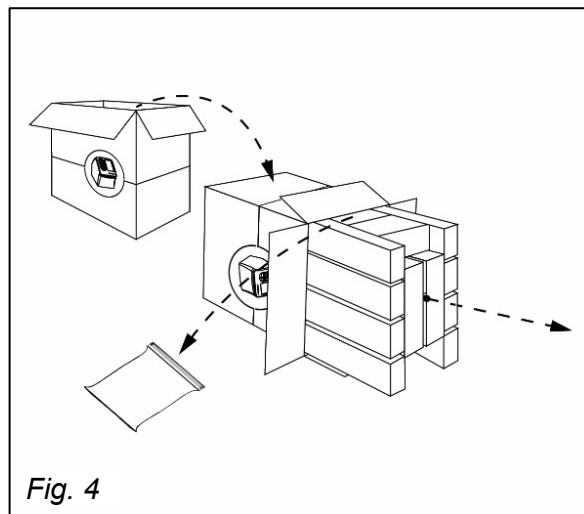

Fig. 4
2.2.2. Remova a Fonte de Alimentação e reserve (Fig.4).
2.2.3. Remova as Garrafas miniiWASH e miniiWASTE e o Suporte das Garrafas e reserve (Fig. 4).